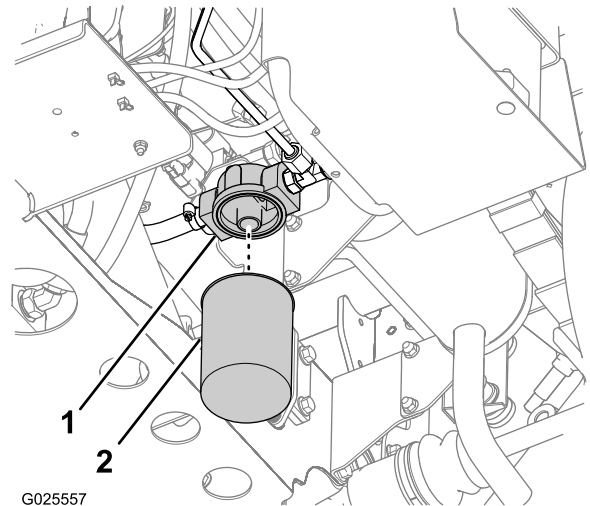

Figura 81
2. Pulite l'area attorno alla zona di montaggio del filtro (Figura 81).
3. Collocate una bacinella di spurgo sotto il filtro (Figura 81).
4. Estraete il filtro facendolo girare in senso antiorario (Figura 81).
5. Pulite la superficie della sede del filtro del relativo adattatore (Figura 81).
7. Inserite il nuovo filtro sul relativo adattatore in modo che la relativa guarnizione sia a contatto con la superficie della sede dell'adattatore (Figura 81), quindi serrate il filtro di un altro 1/2 giro (Figura 81).